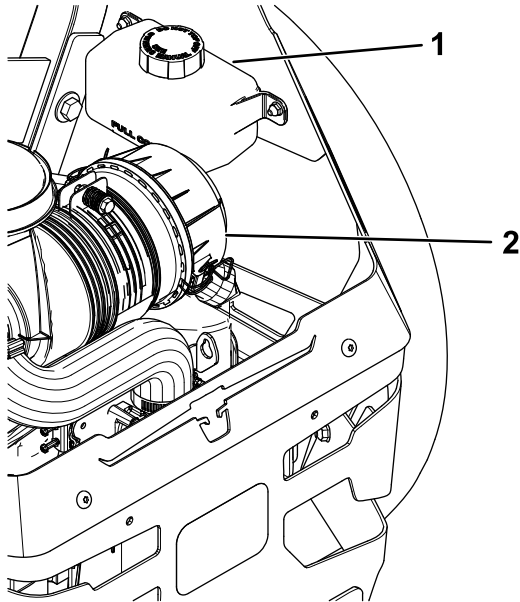

Figure 71
2. Vérifiez le niveau dans le vase d'expansion et faites l'appoint d'huile Toro® HYPR-OIL™ 500 au besoin pour faire monter le niveau jusqu'au repère maximum à froid (FULL COLD) (Figure 71).